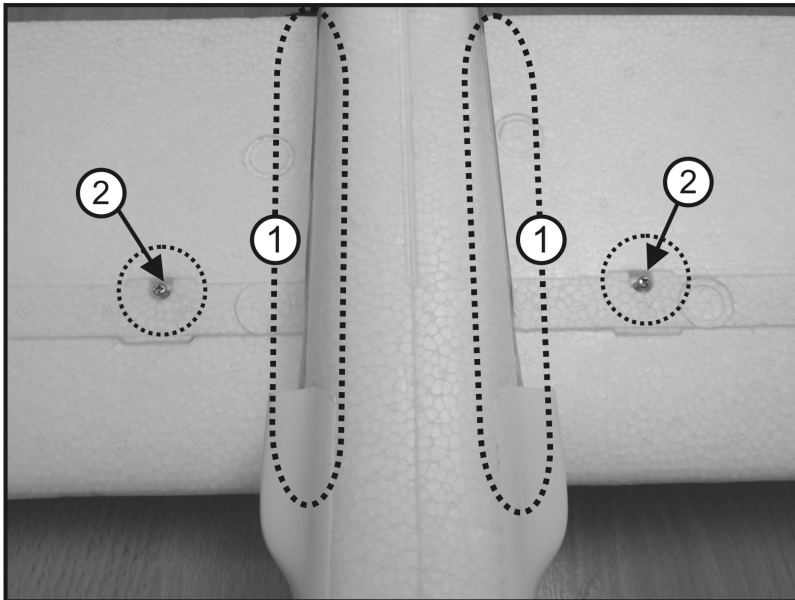

Bild 5
Schieben Sie hierzu in eine der Tragflächen (1) den mitgelieferten Tragflächenverbinder (2). Der Tragflächenverbinder wird später bei aufgesteckten Tragflächen durch je eine Schraube gesichert. Zur Montage des Tragflächenverbinders müssen diese Schrauben bei der Erstmontage eventuell etwas heraus gedreht werden (siehe Bild 5).